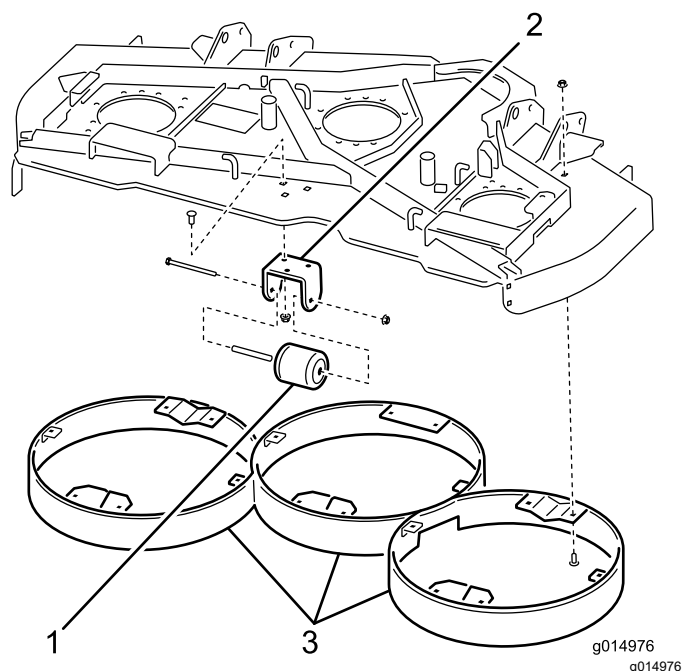

Figura 1
3. Rimuovete il dado, il bullone e il distanziale che fissano il rullo del piatto di taglio alla staffa di montaggio e togliete il rullo (Figura 1).
4. Rimuovete i bulloni a testa tonda e i dadi che fissano la staffa di montaggio del rullo alla parte inferiore del piatto di taglio e togliete la staffa di montaggio del rullo (Figura 1).
5. Rimuovete i bulloni a testa tonda e i dadi che fissano i deflettori centrali, di sinistra e di destra alla parte inferiore del piatto di taglio e togliete i deflettori (Figura 1).